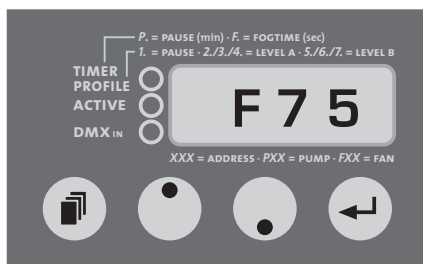

Fig. 2: Réglage du débit du ventilateur (Fan)
- Pressez à nouveau la touche Mode [14], jusqu'à ce que la lettre F (fan = ventilateur) suivie de deux chiffres (cf. fig. 2) apparaisse sur l'afficheur [17].
- Appuyez à présent à nouveau sur la touche de mode [14], jusqu'à ce qu'un F (fan) suivi de deux chiffres apparaissent sur l'afficheur [17] (cf. fig. 2).